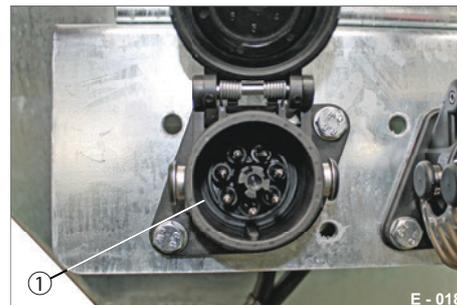
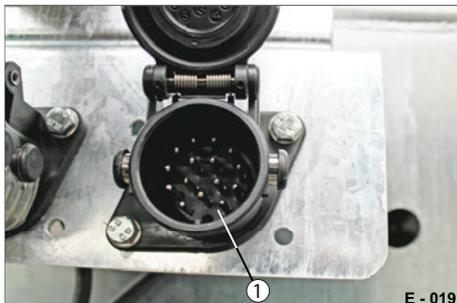

Abb. 19 EBS/ABS-Steckdose unten links
Abb. 20 Elektrik-Steckdose unten rechts
- ▶ Stecken Sie den benötigten Stecker 12 V bzw. 24 V in die unteren Multi-Voltage Steckdosen (Abb. 19/1 & Abb. 20/1) an der Konsole.